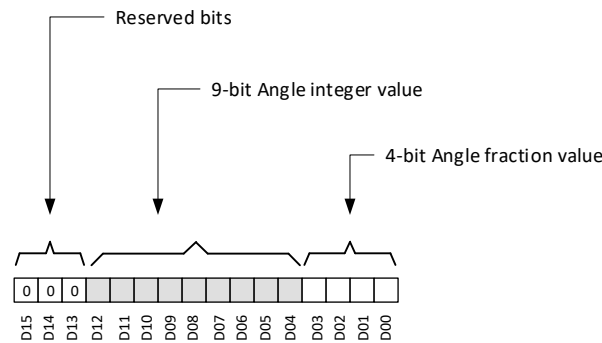

图 6-17. 角度数据定义
TMAG5273 会根据 **ANGLE\_EN** 寄存器位设置来计算相对于一对磁轴的角度。图 6-17 显示了存储在 **ANGLE\_RESULT\_MSB** 和 **ANGLE\_RESULT\_LSB** 寄存器中的角度信息。位 D04 至 D12 存储 0 至 360 度的角度整数。位 D00 至 D03 存储角度分数。3 个 MSB 位始终填充为 b000。角度可以使用方程式 14 来计算。
- $D_i$  是图 6-17 中所示的数据位。